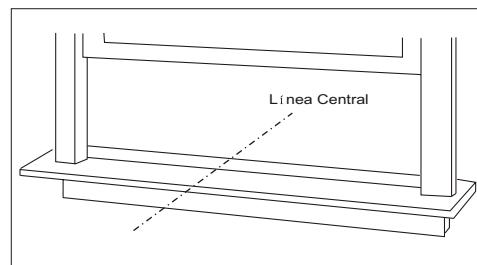

Fig. 4
- Mida el ancho del interior del umbral de la ventana y defina la línea central tal como se indica en la Fig. 4.